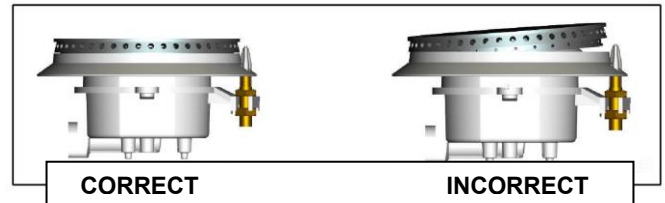

Figure 17
2. Placez les chapeaux du brûleur sur les têtes du brûleur. Assurez-vous que les chapeaux du brûleur sont correctement assis sur la tête du brûleur. (voir Figure 17)
4) Remplacez les bases du brûleur, les têtes, les chapeaux et le haut des grilles. Assurez-vous que les chapeaux du brûleur soient correctement assis sur la tête du brûleur (voir Figure 17).